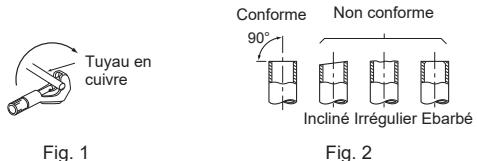

Fig. 1
- 1) Retirez le couvercle du boîtier électrique (1).
- 3) Fixez le tube de canalisation sur la plaque de conduit à l'aide du contre-écrou. Le câble de connexion  $\odot$  de l'unité interne/externe qui apparaît à l'intérieur du tube de canalisation doit être inférieur à 7/8 in. (23 mm). (Fig. 1)
- Coupez correctement le tuyau en cuivre avec un coupe-tuyaux. (Fig. 1, 2)